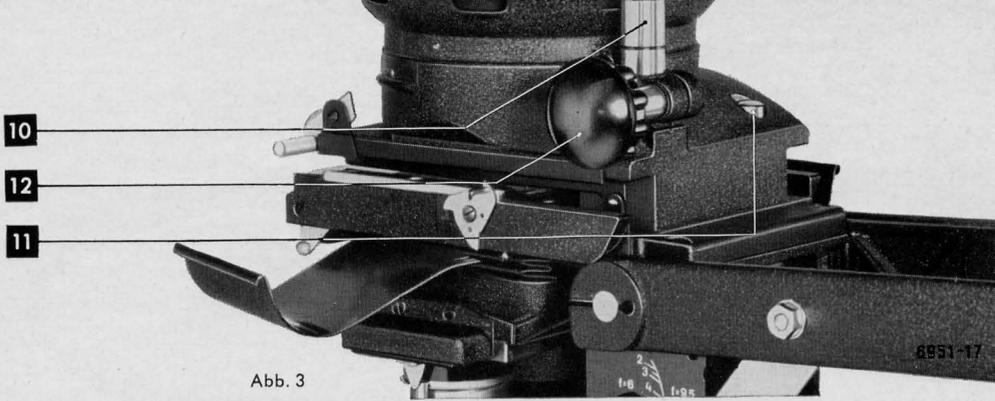

Abb. 3
Das Lampengehäuse (C) auf die beiden Führungsstifte (Abb. 3: 10 und 11) bis zum Anschlag aufschieben und mit der Feststellschraube (O/12) fixieren. Die obere Lampenhaube entfernen und den Kondensator mit Hilfe des Handgriffs einsetzen. Der Handgriff am Kondensator muß dabei zur Säule hinzeigen und nach Einsetzen des Kondensors seitlich umgeklappt werden. Opallampe einschrauben und die obere Lampenhaube wieder aufsetzen. (Weißer Punkt nach vorn!)
Zunächst die Klemmschraube (O) lösen und das Lampengehäuse bis an den Markierungsstrich (Abb. 3) am Führungsstift (10) hochstellen und fixieren. Abdeckschieber der Testplatte (44) herausziehen. Reprokassette in Filmbühne bis gegen Anschlag einschieben, FOCOTAR 9,5 cm auf Raste R umstellen. (Hierzu ist eine volle Umdrehung nach rechts erforderlich!) und Höhenausgleichsring (V) auf „Repro“ umstecken. (Damit ist die automatische Scharfeinstellung im gesamten Schwenkbereich gewährleistet). Bei Nachbestellung der Reprokassette ist die Raste „R“ des FOCOTAR 9,5 cm zu justieren.